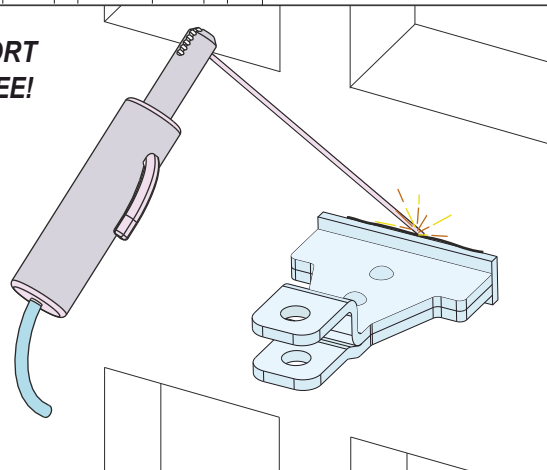

Fig. 24
- Souder proprement le support antérieur sur le portail, dans la bonne position de montage - Fig. 24